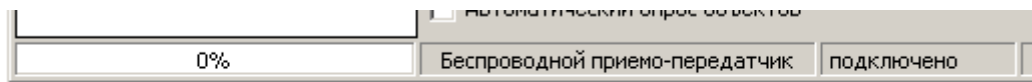

Рисунок 5 –подключение контроллера
5.7.2.1 Подключить контроллер беспроводной связи к свободному порту USB компьютера, при этом в строке статуса программы отобразится наличие подключения контроллера (рис. 5).